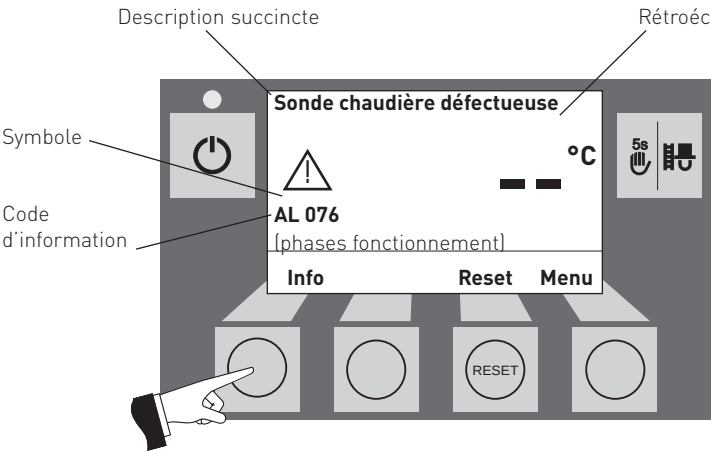
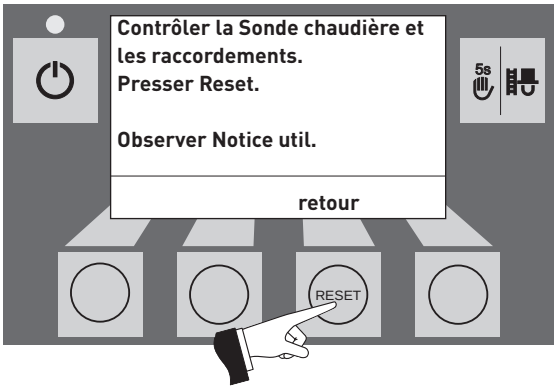

Fig. 122
Fig. 123
La chaudière à pellets s'autocontrôle pendant la marche. Tous les écarts constatés par rapport au fonctionnement normal sont signalés sur le module InfoWINPLUS par des messages d'information, d'erreur ou d'alerte. Lorsqu'un tel message apparaît, le LED « rouge » s'allume, un symbole d'information, d'erreur ou d'alerte, un code d'information s'affiche et une courte description en texte intégral se présente – Fig. 122.
La pression de la touche **Info** (Fig. 122) fait afficher le texte d'information correspondant (Fig. 123). Pour quitter le menu de texte d'information, presser la touche **retour** (Fig. 123) ; autre possibilité : au bout de 10 mn, le message d'information, d'erreur ou d'alerte s'affiche nouveau – Fig. 122.
Pour presque tous les messages, il faut appuyer sur la touche **Reset** une fois que l'erreur qui a provoqué l'apparition du message d'information (IN), d'erreur (FE) ou d'alerte (AL) a été éliminée. Dans ce cas, la mention « Reset » est affichée dans la barre de menu – Fig. 122.